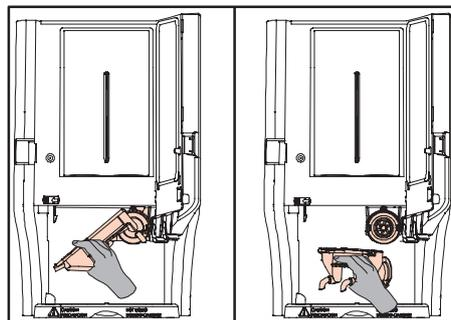

Fig. 51 Retrait de la rigole
15. Faites pivoter cette partie vers le bas, jusqu'à ce que vous puissiez tirer la rigole vers vous et l'extraire entièrement de son logement (fig. 51). La rigole disparaît alors de l'écran.